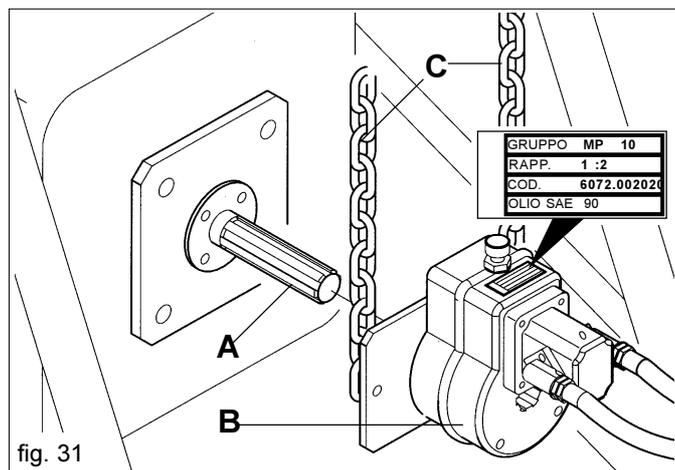

fig. 31
Con el motor apagado y el tractor bloqueado, conecte correctamente todas las conexiones rápidas. Limpie y engrase la toma de fuerza del tractor (A Fig. 31). Conecte el multiplicador (B Fig. 31) en la toma de fuerza del equipo, como muestra la Figura 31. Controle el correcto acoplamiento, bloquee la rotación del multiplicador con las cadenas suministradas de serie (C). **Controle el nivel de aceite en el multiplicador y, si fuera necesario, añada aceite (ESSO SAE W80-90).** Ponga el tractor y accione la instalación al ralenti por algunos minutos, haciendo que la presión sea constante en todo el circuito, para evitar la inestabilidad del soplador. Haga que el soplador llegue al número de revoluciones que corresponde a la condición de trabajo (Tabla 5).
Está prohibido variar la posición del tornillo sin cabeza (C Fig. 31), puede causar daños al sistema hidráulico con ruptura del motor y de la bomba.